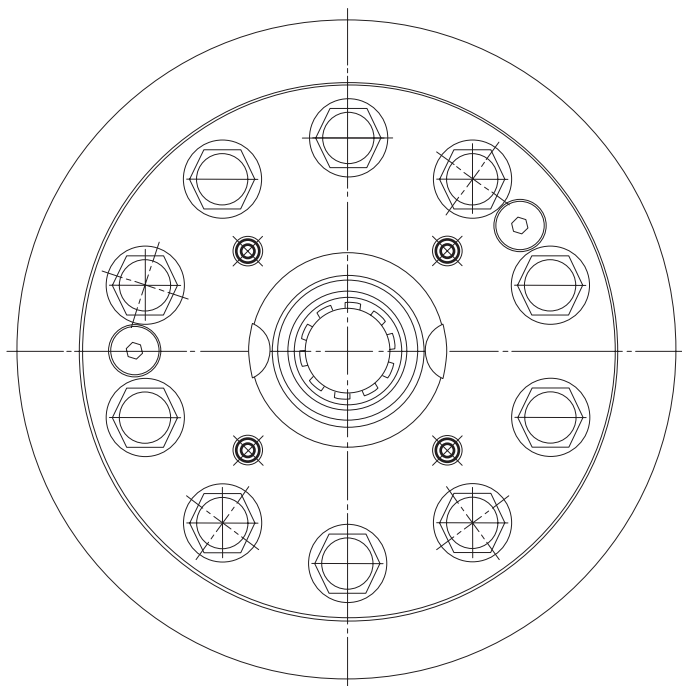

Рис. 12
3. Открутите 4 винта на 5–7 мм (отмечено чёрным), используя шестигранник (**Рис. 12**).